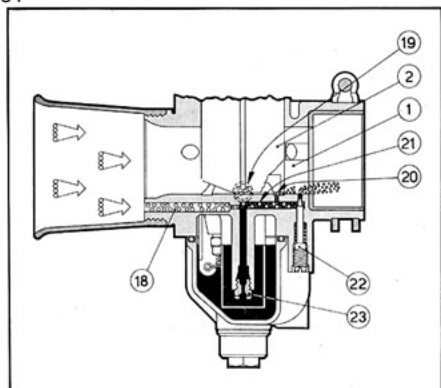

Fig. 34
b) Minimo (vedi fig. 34)
b) Idling (see fig. 34)